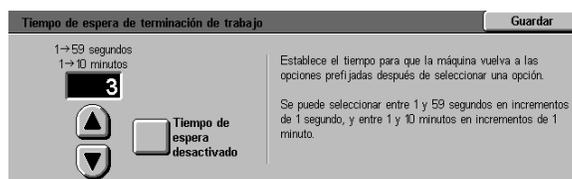

Figura 54: Muestra de opciones de tiempos de espera
- Utilice las teclas de dirección **hacia arriba** y **hacia abajo** (Figura 54) para incrementar o disminuir el tiempo de espera deseado antes de que la máquina restaure las opciones prefijadas después de terminarse el trabajo o programarlo parcialmente, se active el modo Ahorro de energía, se desconecte automáticamente, o salga del modo Administración del sistema. Asegúrese de permanecer dentro de los límites de tiempo mínimo y máximo.